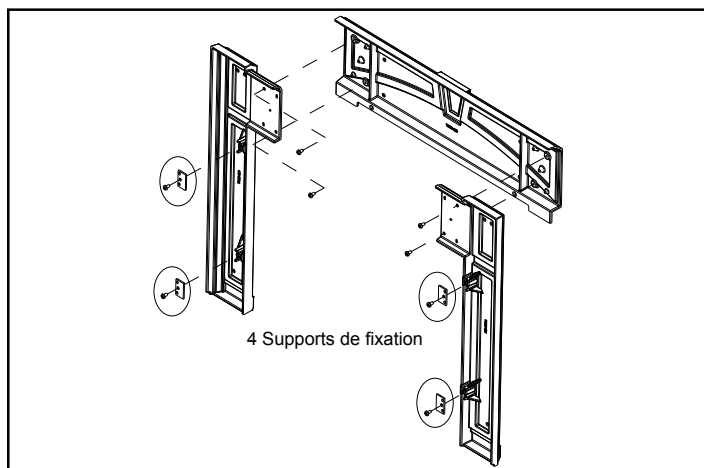

Figure 22.5
4. Fixez les supports de montage aux pièces latérales fournies avec le kit. **Figure 22.5.**